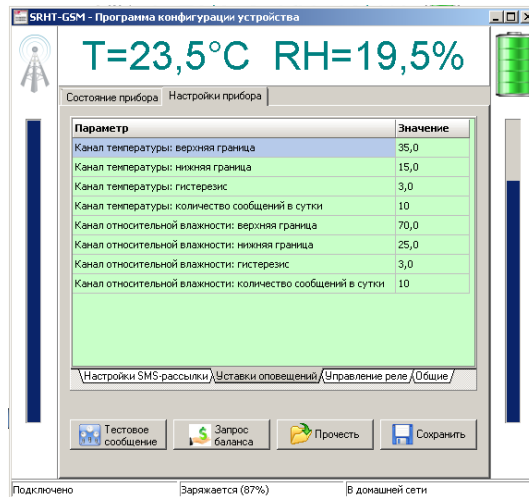

Рисунок 4
6.2.8 На подзакладке «Уставки оповещений» (рисунок 4) выполняется настройка порогов срабатывания сигнальных сообщений, а также допустимое количество сообщений в сутки. Здесь же можно отследить количество уже отправленных сообщений (после нажатия кнопки «Прочитать», показания счетчиков обновляются). В случае сохранения настроек (кнопка «Сохранить»), счетчики сбрасываются.